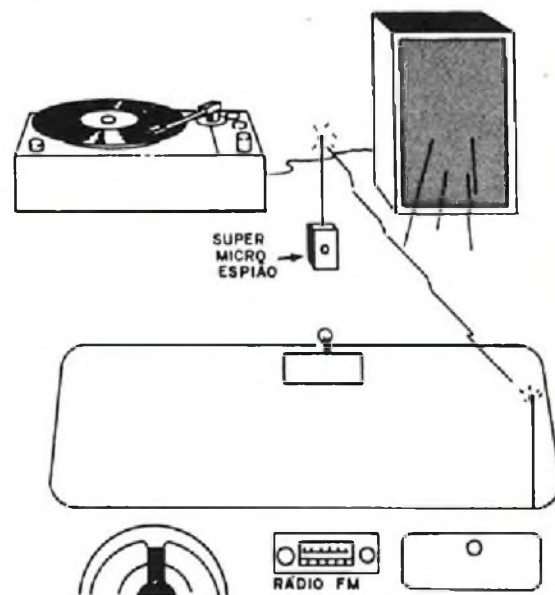

FIGURA 10
d) Um outro uso interessante para este micro-espião é como retransmissor de sinais. Colocado nas proximidades de um alto-falante permite que seu som seja irradiado para um sintonizador ou rádio de FM nas proximidades. Você pode colocar um disco no seu toca-discos e ouvi-lo no rádio de FM de seu carro, conforme sugere a *figura 10*.